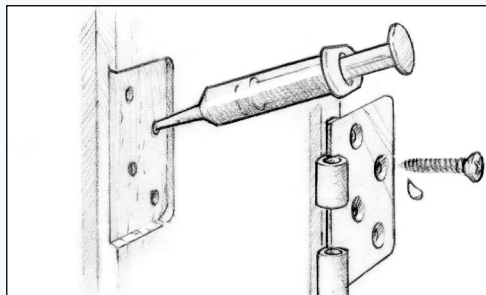

Figura 15 Impregnare un foro pilota standard e montare l'elemento di fissaggio.
1. Impregnare un foro pilota di dimensioni standard e iniettare la miscela resina/indurente all'interno del foro utilizzando uno scovolino o una siringa (*Figura 15*). Se necessario, passare una seconda mano di resina in caso di fori strappati o sovradimensionati.